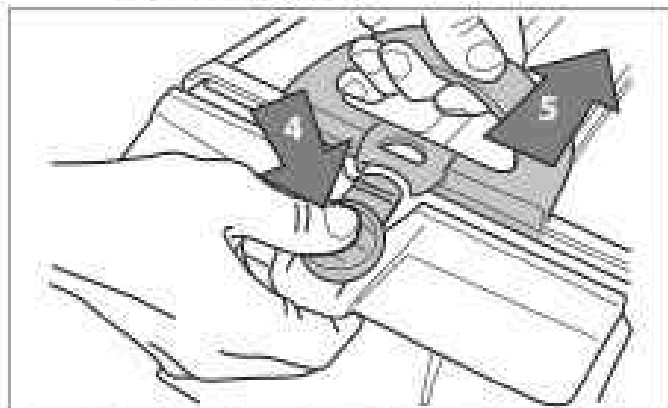

Figura 21. Abra el conjunto del cartucho del filtro
5. Presione el botón de liberación rápida en el conjunto del cartucho (4) y tire para abrir Figura 21.